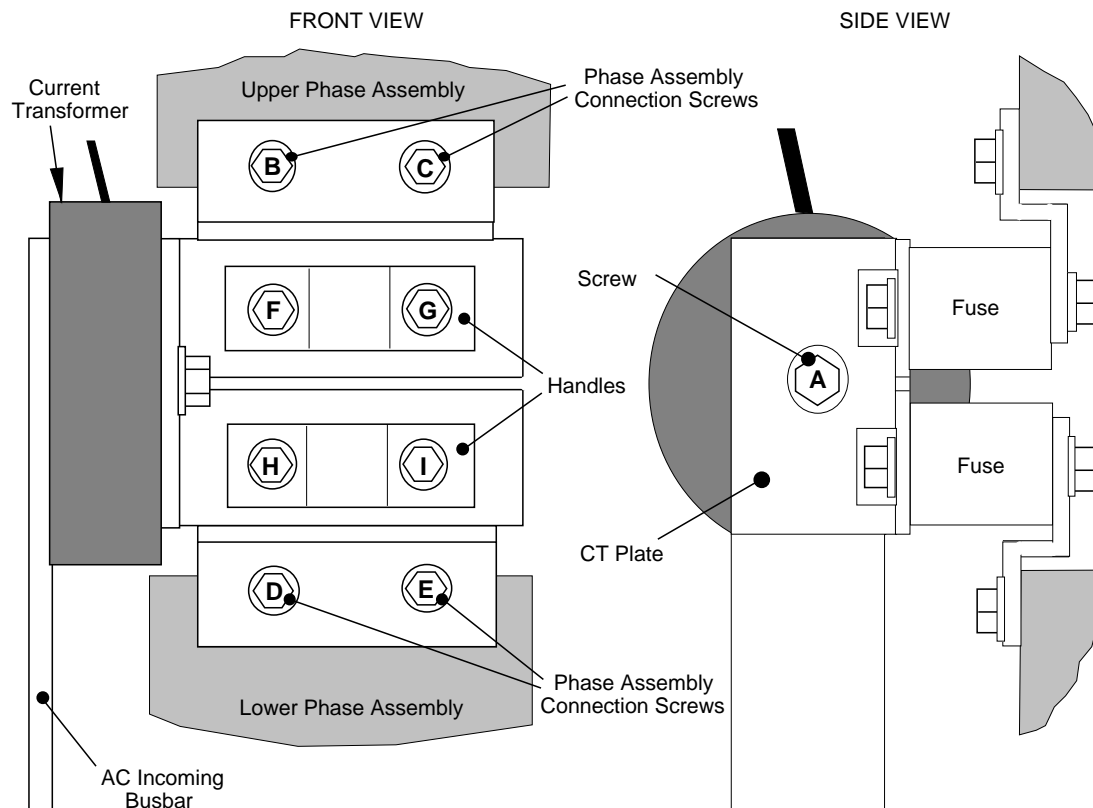
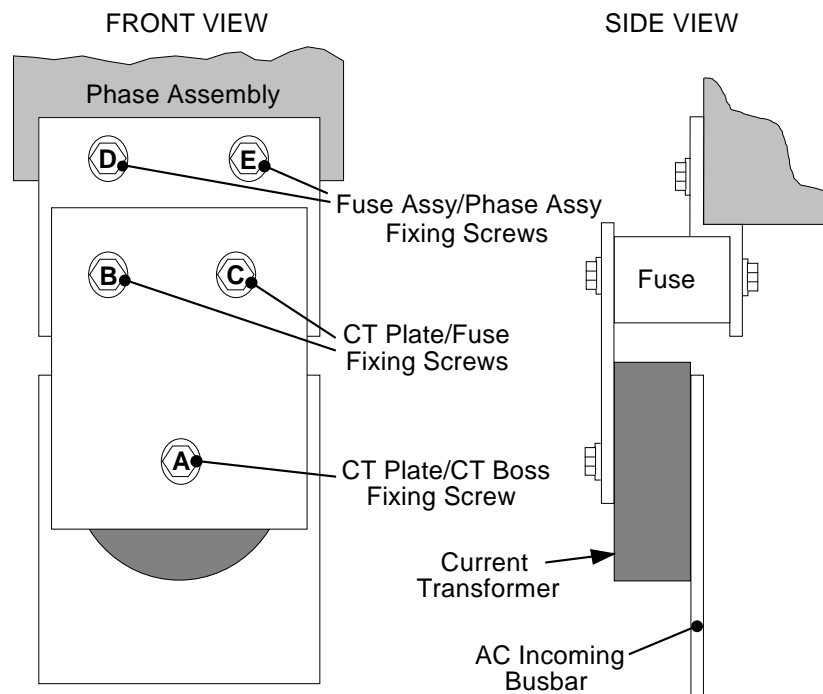

图 8-1 590+(H 型)熔断器更换图示
图 8-2 591+熔断器更换图示
1. 参见图 8-1 (590+) 或图 8-2, 卸下 M12 螺母 (A)。松开四个螺母 (BCDE), 从而卸下 CT 板和熔断器组件